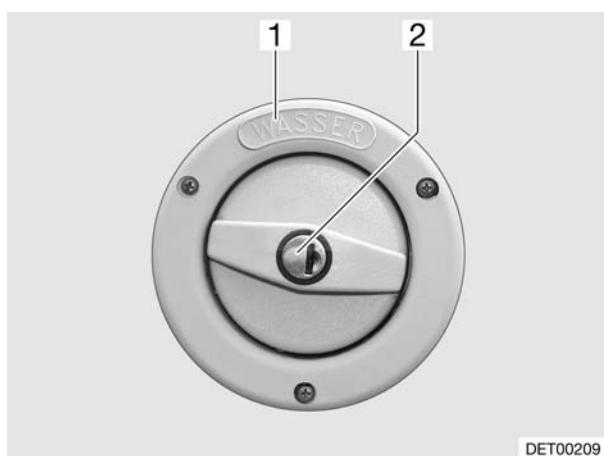

Fig. 90 Coperchio per bocchettone di riempimento dell'acqua potabile
- ▷ Il bocchettone di riempimento dell'acqua potabile è contraddistinto dalla scritta "WASSER" (acqua) (Fig. 90,1). Il coperchio viene aperto o chiuso con la chiave per le serrature degli sportelli esterni.
- Inserire la chiave nel cilindro della serratura (Fig. 90,2) e girare in senso antiorario.
- Rimuovere il coperchio (Fig. 90,2) dal bocchettone di riempimento dell'acqua potabile (vedi paragrafo 10.3.1).